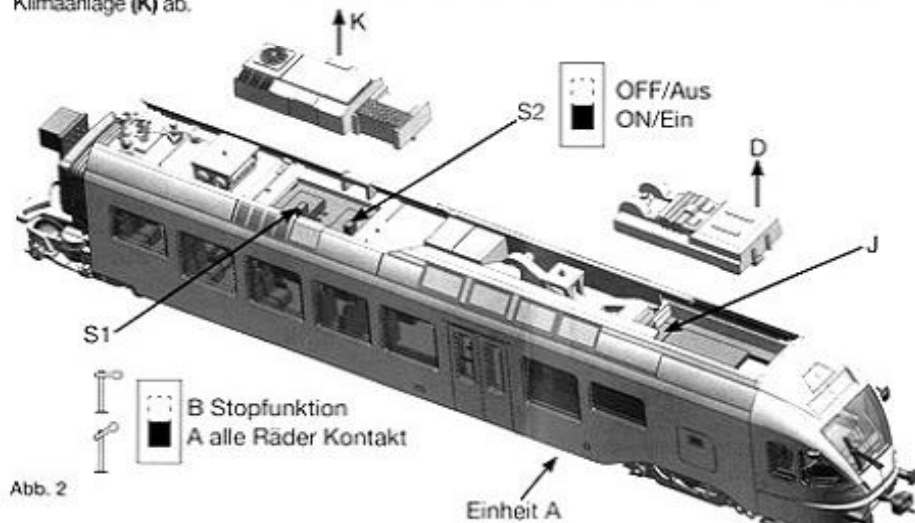

Abb. 2
Das Modell des FLIRT hat eine 6 + 2-polige Decoderschnittstelle (J). Sehen Sie dazu **Abb. 2** Wageneinheit A. Die eingebaute Schnittstellen-Platine trägt die Schaltung für die Stop-Funktion. Wenn Sie auf Digitalbetrieb durch Einbau eines Decoders umstellen, so ist die Stop-Funktion ausser Betrieb. An der Schnittstelle lassen sich 6-polige Decoder nach NEM 651 durch einfaches Einstecken montieren. Dazu muß vorher die Schnittstellenplatine entfernt werden. Den Decoder selbst stecken Sie bitte in die mittleren 6 Buchsen. Die beiden äußeren Steckplätze bleiben frei.
Das Modell ist in der Grundeinstellung so geschaltet, dass die Stromabnahme über alle Räder erfolgt. Wenn Sie im Blockstreckebetrieb fahren oder in einem Sackbahnhof automatisch stoppen wollen, so schalten Sie bitte den Schalter **S1** auf Stop-Funktion. Sehen Sie dazu bitte Abb. 2. Diese Funktion ist nur im Gleichstrombetrieb möglich. Die eingebaute LED-Innenbeleuchtung ist in der Grundeinstellung eingeschaltet. Mit dem Schalter **S2** schalten Sie die Innenbeleuchtung wahlweise aus oder ein. Diese zwei Schalter befinden sich auf der Hauptplatine direkt unter dem Dach der Wageneinheit **A**. Zum Bedienen dieser Schalter heben Sie bitte das Teil der Klimaanlage (**K**) ab.